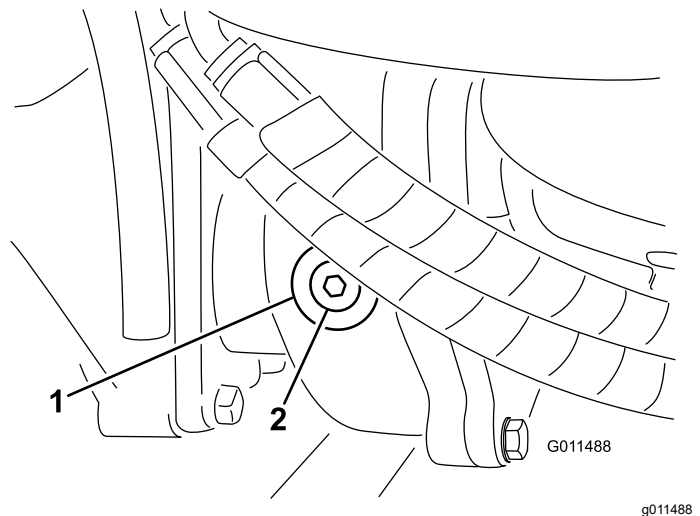

Bild 111
- Entfernen Sie die Prüf-/Füllschraube an der linken Getriebeseite (**Bild 111**) und stellen sicher, dass der Schmierstoff die Unterseite des Lochs erreicht. Füllen Sie bei einem niedrigen Stand genug Schmiermittel auf, um den Stand bis an die Unterseite des Lochs anzuheben.